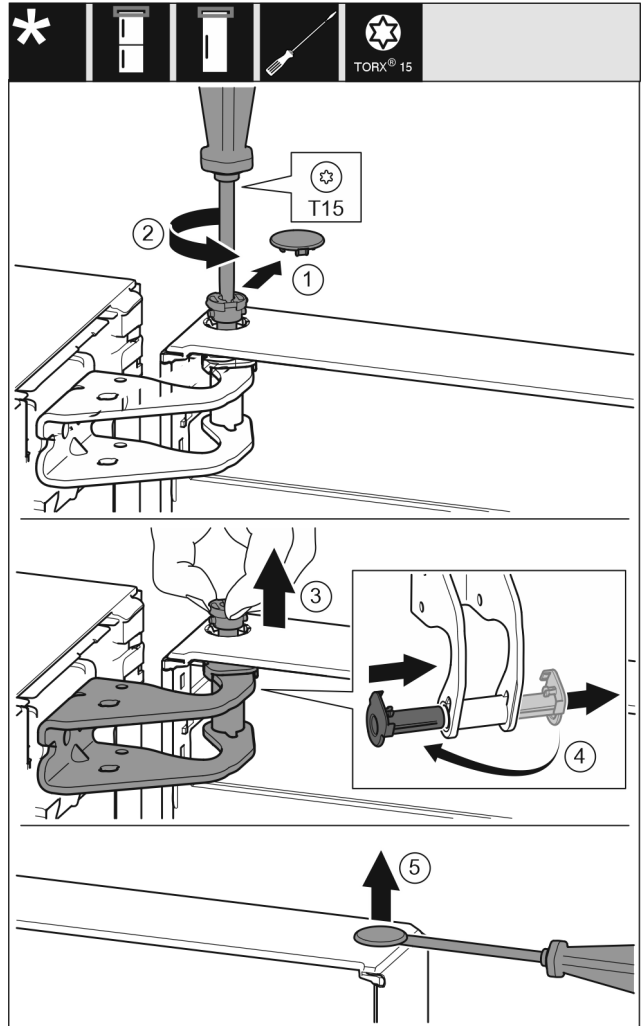

Fig. 7
- ▶ Oprezno skinite sigurnosni pokrov. Fig. 7 (1)
- ▶ Odvijačem T15 malo odvijte svornjak. Fig. 7 (2)
- ▶ Čvrsto držite vrata i prstima izvucite svornjak. Fig. 7 (3)
- ▶ Izvucite čahuru ležaja iz vodilice. Umetnite s druge strane i pustite da uskoči. Fig. 7 (4)
- ▶ Ravnim odvijačem oprežno podignite čep iz čahure ležaja vrata i izvucite ga. Fig. 7 (5)